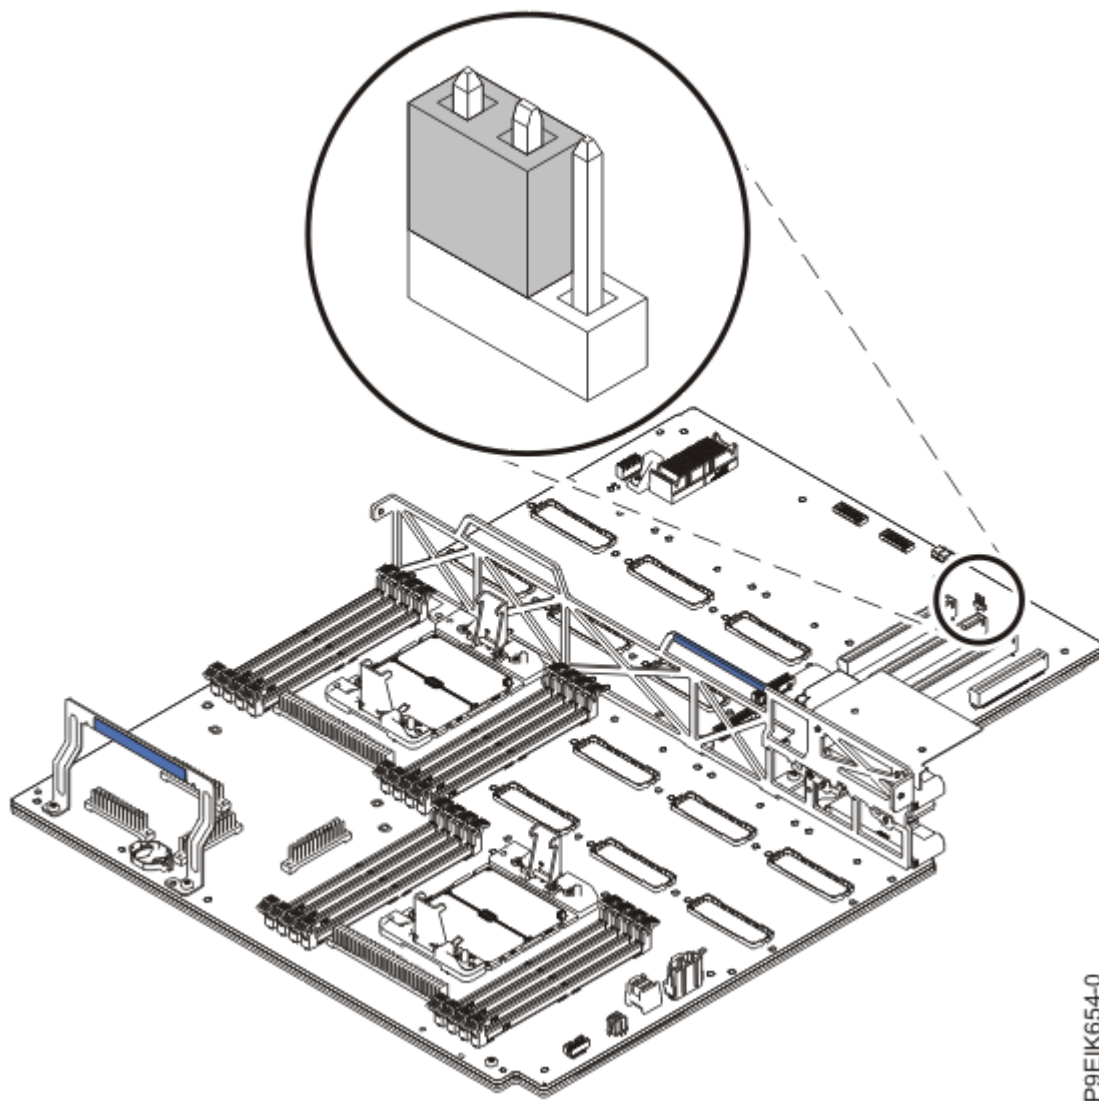

Figure 126. Cavalier configuré pour un refroidissement par eau
5. Vérifiez que le cavalier illustré dans la Figure 126, à la page 143 est configuré pour un refroidissement par eau.